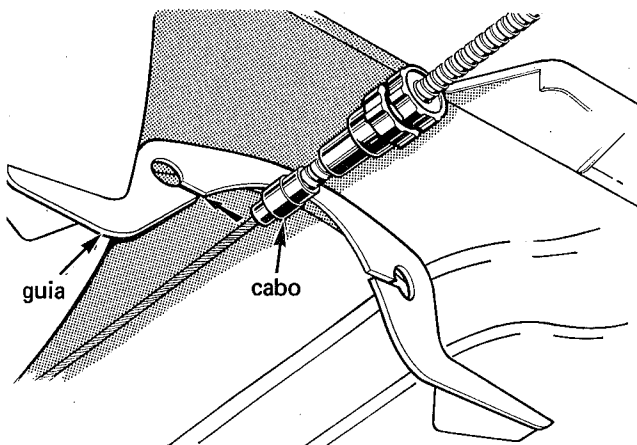

fig. 43
6. Soltar o cabo, do lado esquerdo, da guia da carroceria (fig. 43)
4. Montar o cabo nas respectivas guias, certificando-se do seu correto posicionamento (figs. 43 e 44)